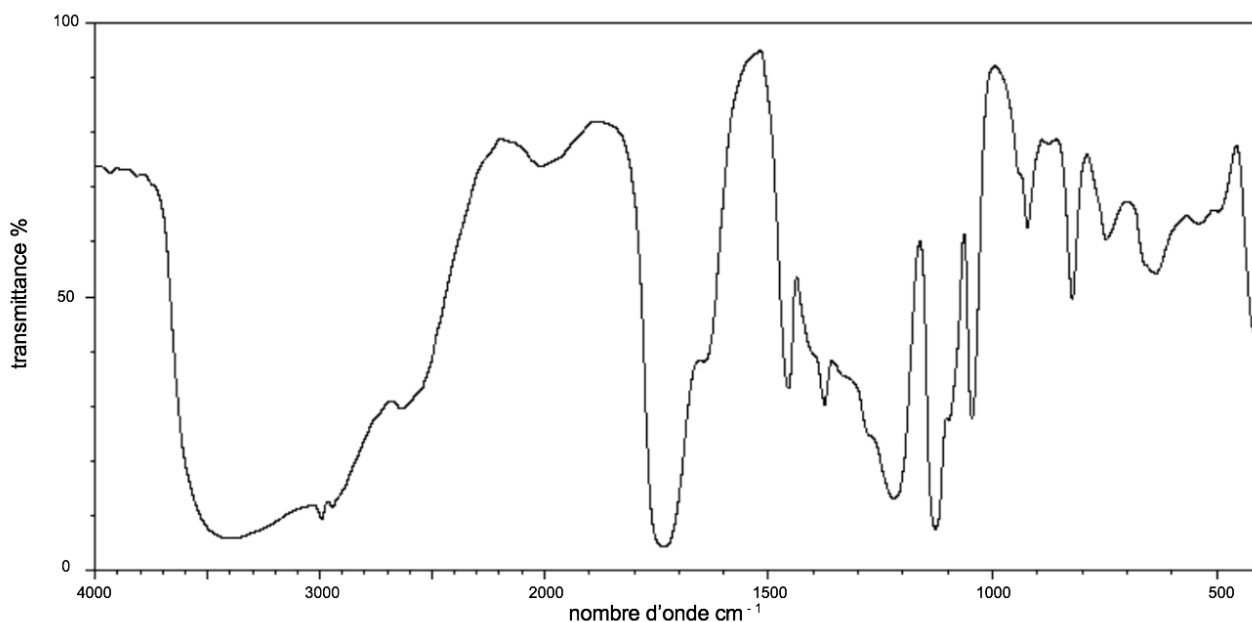

Figure 2. Spectre infrarouge de la molécule d'acide lactique.
On donne ci-dessous le spectre infrarouge de la molécule d'acide lactique (figure 2).
A.10. Utiliser le spectre de la figure 2 et la table spectroscopique infrarouge simplifiée afin de justifier la présence de deux liaisons caractéristiques de la molécule d'acide lactique.